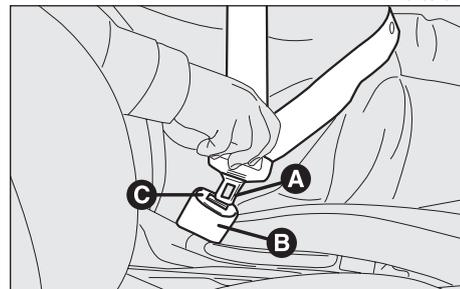

Abb. 41
Zum Anlegen der Sicherheitsgurte ist die Schlosszunge (A, Abb. 41), in die Aufnahme (B) bis zum hörbaren Einrasten einzuführen.